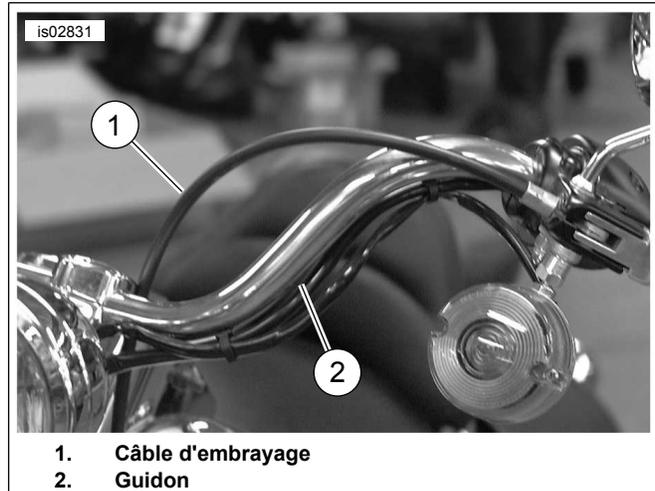

Figure 1. Acheminement du câble d'embrayage
1. Voir Figure 1. Relocaliser le câble d'embrayage (1) à l'intérieur du guidon (2) comme suit :